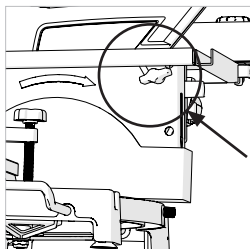

Fig. 4
- Feststellschraube für die Höheneinstellung des Säge tischs lockern (**Abb. 4**)